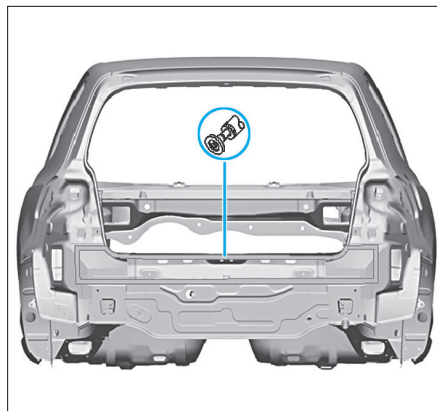

FIG. 148
- Préparer les zones d'accostage, éliminer entièrement les restes de colle et poncer à nu les surfaces de collage et les morceaux de tôle restants (Fig.148).